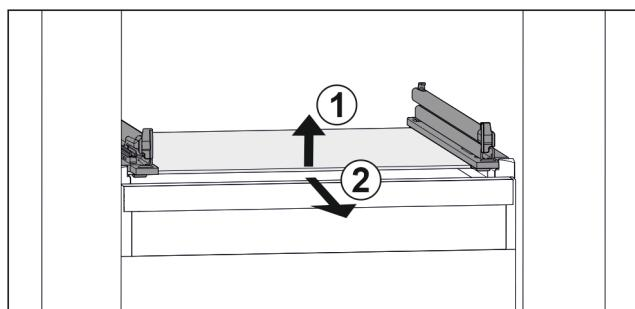

Fig. 110 Приблизне відображення скляної пластини
- Підняти скляну пластину спереду. Fig. 110 (1)
- Вийняти скляну пластину рухом вперед. Fig. 110 (2)